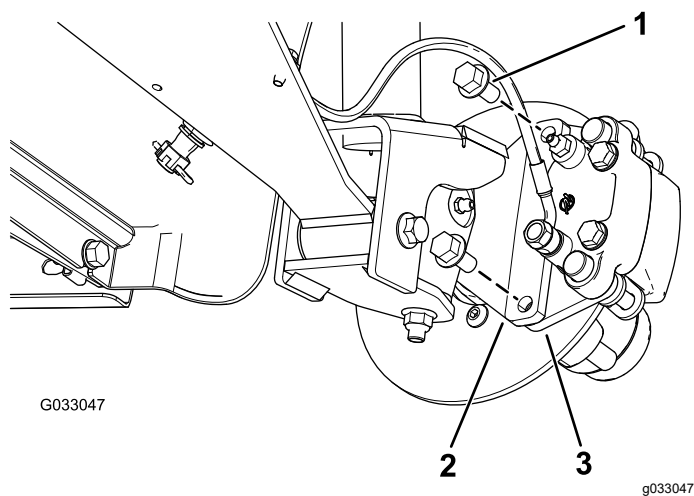
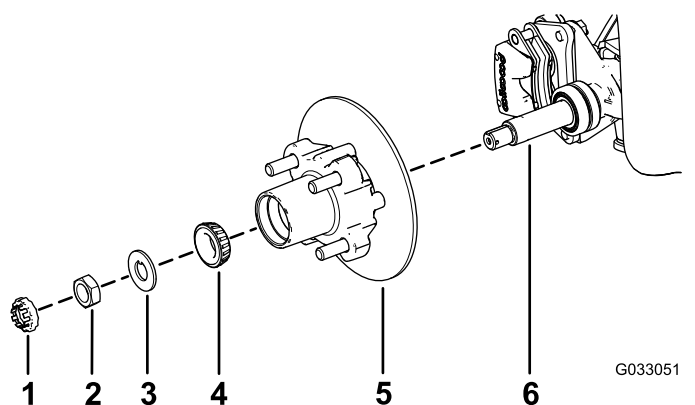

Figura 23
Figura 27
3. Retire los pernos con arandela prensada ($\frac{3}{8}$ " x $\frac{3}{4}$ ") que sujetan el soporte del conjunto de freno al eje y separe el freno del eje (Figura 23).
1. Aplique una ligera capa de grasa del tipo especificado en el eje (Figura 27).
2. Monte el cubo y el rotor en el eje con el rotor hacia dentro (Figura 27).
3. Monte el cojinete exterior en la mangueta y acople el cojinete al anillo de rodadura exterior (Figura 27).
4. Monte la arandela con pestaña en la mangueta (Figura 27).
5. Enrosque la tuerca en el eje y apriete la tuerca a 15 N·m (11 pulgadas-libra), girando el cubo para asentar el cojinete (Figura 27).
2. Alinee las pastillas de freno en cada lado del rotor (Figura 23) y los taladros del soporte de la pinza con los taladros de montaje del freno de la mangueta (Figura 27).
3. Sujete el soporte de la pinza a la mangueta (Figura 23) usando los 2 pernos con arandela prensada ($\frac{3}{8}$ " x $\frac{3}{4}$ ").